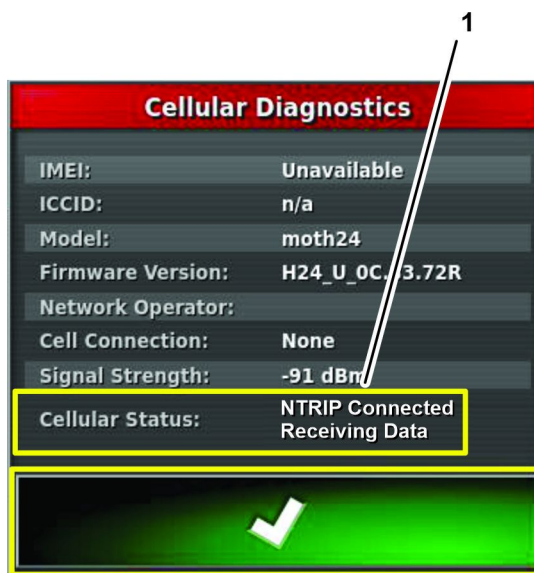

Figura 245
4. Pressione o ícone DIAGNÓSTICO DA CÉLULA, e verifique se o campo de estado do celular mostra N-TRIP CONNECTED RECEIVING DATA (Figura 245).